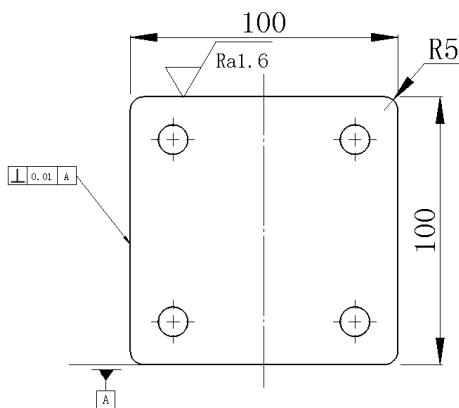

图 6-68 添加基准符号
**10** 设置完成后，移动光标到需要添加基准特征的位置单击，然后拖动鼠标到合适的位置再次单击即可完成标注，单击“确定”按钮即可在图中添加基准符号，如图6-68所示。